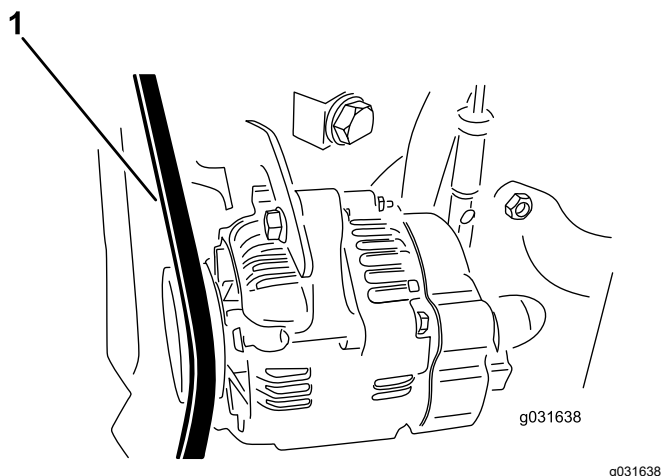

Figure 60
2. Appliquez une force de 30 N sur la courroie d'alternateur à mi-chemin entre les poulies (Figure 60).